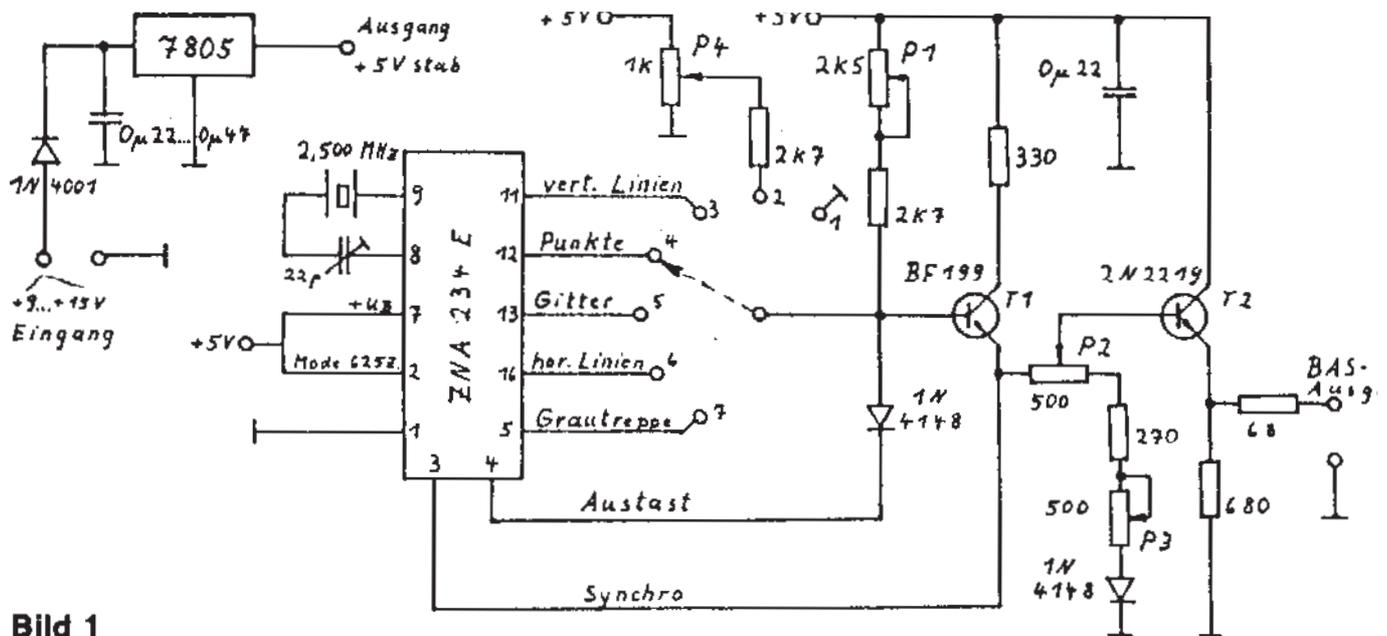

Bild 1
*Die größere Version kann, wie aus dem Schaltbild in **Bild 1** ersichtlich, wahlweise fünf verschiedene Schwarz-Weiß-Bildmuster abgeben und liefert zusätzlich Signale für ein schwarzes sowie für ein von Schwarz bis Weiß kontinuierlich einstellbares Bild.*